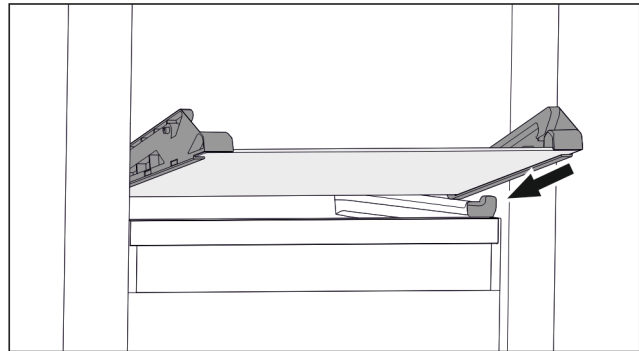

Fig. 108 Стеклнная пластина откидного выдвижного ящика
- ▶ Наклоняя вниз, установите стеклнную пластину за стопоры. (см. Fig. 108)